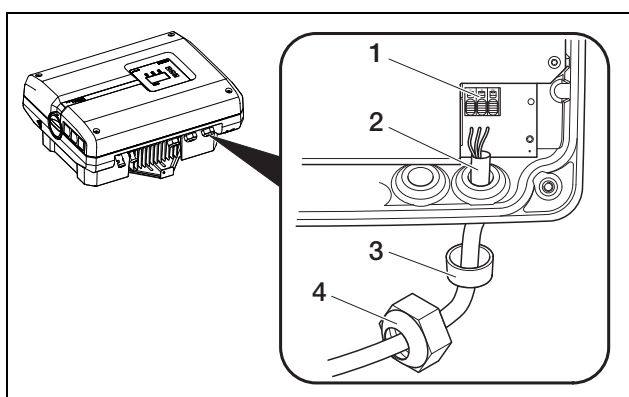

Abbildung 11: Netzzuleitung verlegen
- Fädeln Sie erst die abgeschraubte Überwurfmutter (4 in Abbildung 11) und dann den Dichtring (3 in Abbildung 11) auf die Netzzuleitung.